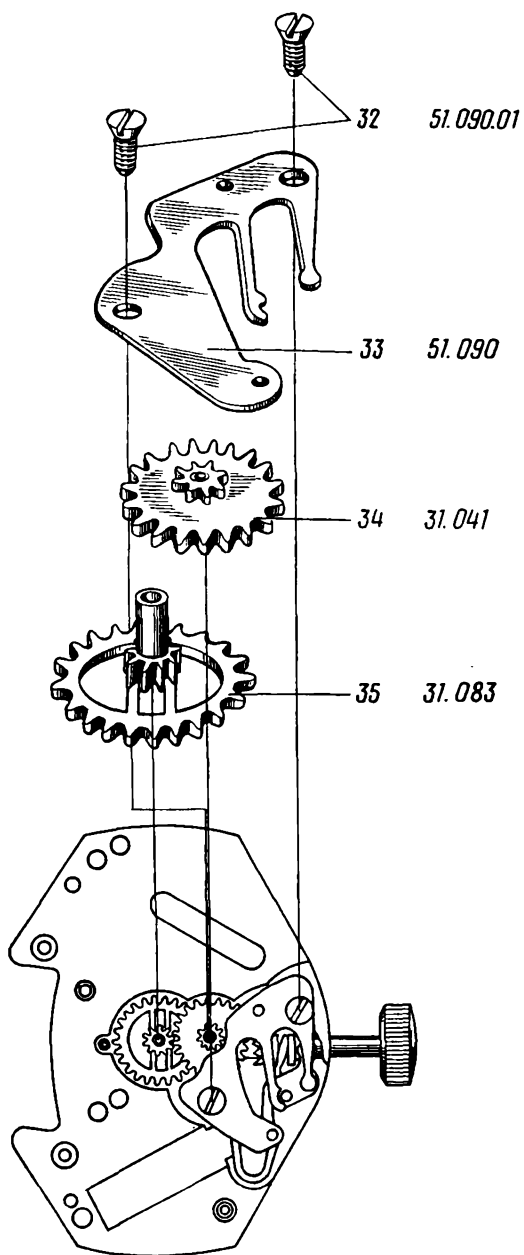

Рис. 101
36. Отвернуть и снять винты 32 фиксатора (рис. 101)